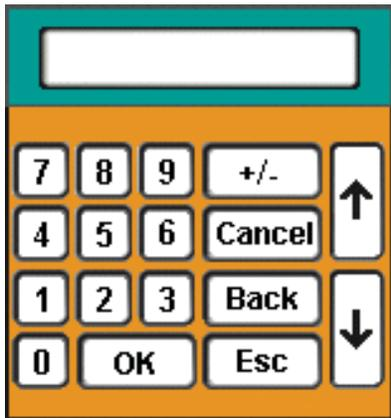

Figure 6.11 : Clavier
- b. Pour modifier les chiffres de l'adresse, appuyez sur chacun des champs numériques à modifier. Un clavier virtuel (fig. 6.11) s'affichera chaque fois que vous ouvrirez un champ de l'adresse.